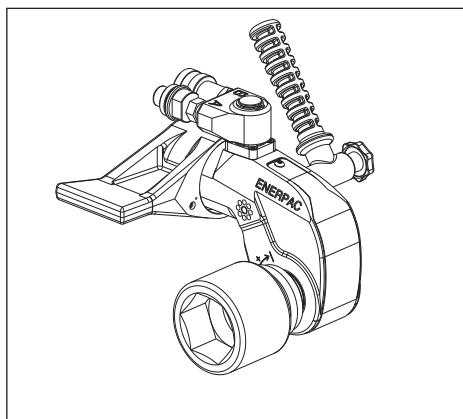

Рис. 16
4.3.4 Отворачивание гаек и болтов (рис. 16 и 17)
- Установите упор (17) опорной рукоятки (6) на подходящую опорную точку (18). Опорная точка будет уравновешивать силу, возникающую при работе инструмента.